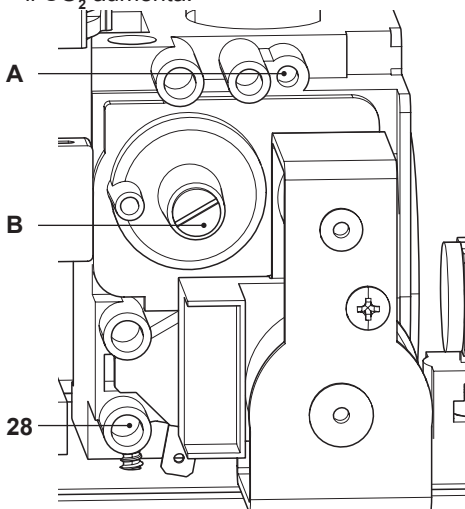

Figura 7.8
- A caldaia spenta (fuori servizio), controllare la pressione di alimentazione utilizzando la presa 28 in Figura 7.8 e confrontare il valore letto con quelli riportati nella tabella Pressioni di alimentazione gas nella sezione "Dati tecnici CEDRIC 24S" a pag. 24, "Dati tecnici CEDRIC 28S" pag. 28 e "Dati tecnici CEDRIC 32S" pag. 32.
- Richiudere bene la presa di pressione 28 in Figura 7.8.
- Per tarare il  $\text{CO}_2$  della caldaia (pressione del gas al bruciatore) svitare completamente il tappo in ottone di protezione **B** e agire sulla vite a brugola  $\varnothing$  4 mm sottostante Figura 7.8, girando in senso orario il  $\text{CO}_2$  aumenta.
- Se i due dati non coincidono agire sulla vite regolazione massimo RQ (**A** in Figura 7.8) della valvola gas e tarare il **CO2** allo stesso valore riportato nella sezione "Dati tecnici CEDRIC 24S" a pag. 24, "Dati tecnici CEDRIC 28S" pag. 28 e "Dati tecnici CEDRIC 32S" pag. 32. Girando in senso orario il **CO2** diminuisce.